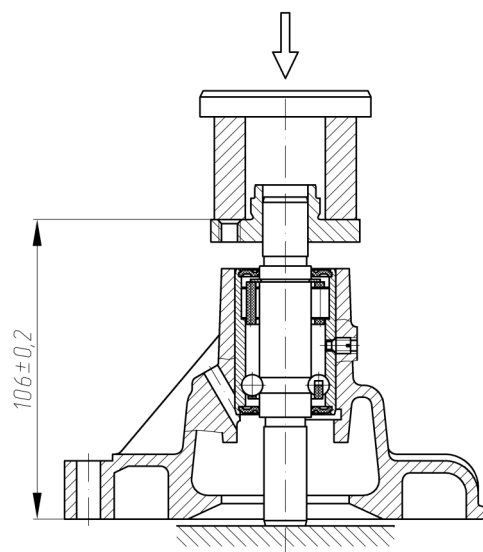

Рисунок 60 – Напрессовка ступицы шкива водяного насоса
– напрессовать на валик подшипника ступицу шкива насоса, выдержав размер $(106,0 \pm 0,2)$ мм (Рисунок 60);